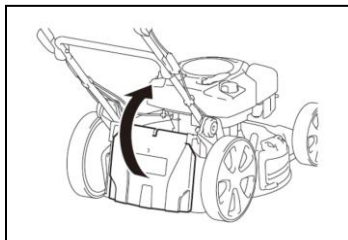

Fig. 4A
1. Pour ajuster : soulevez la protection arrière de décharge et installez le récupérateur de gazon. (Fig. 4A/4B/4C)